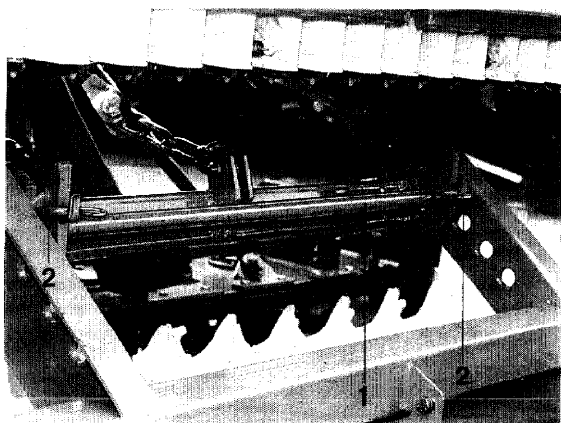

Fig. 23
- Met het koppelframe dient men de koppelas (fig.23/1) van de zaaimachine, onder de zaadkast af te nemen en de twee pennen (fig.23/2), en verende borgpennen, te borgen.